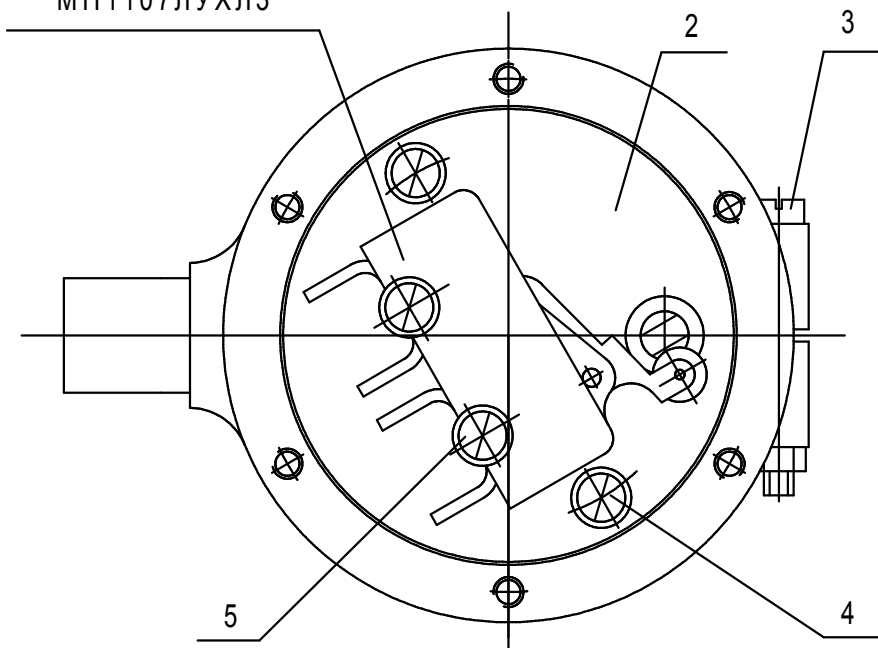

Рисунок 3 - Датчик сигнализации срабатывания защитного устройства
6.2.2 Настройка момента переключения датчика сигнализации срабатывания защитного устройства производится поворотом корпуса 1 (см. рисунок 3) при ослаблении винта 3. Регулировка величины нажатия на ролик микропереключателя производится на заводе-изготовителе поворотом пластины 2 с последующей фиксацией винтами 4.